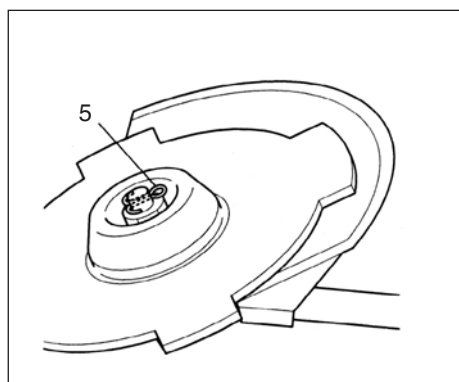

Fig. 1-10C
Se il suo elemento é del tipo di fissaggio a dado e provvisto di una chiavetta trasversale, la lama deve sostenersi per mezzo di una coppia nuova (5) ogni volta quando sia effettuato il montaggio. (Fig. 1-10C)